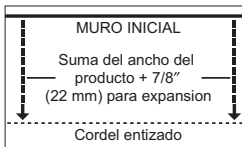

Figura 7
- Al menos en dos lugares y a un mínimo de 18" (46 cm) desde la esquina, mida la distancia desde el muro inicial (Figura 7) y luego un cordel entizado. La medida debe ser la suma del ancho del piso más 7/8" (22 mm) para dejar un espacio de 3/4" (19 mm) para la expansión y el ancho de la lengüeta.